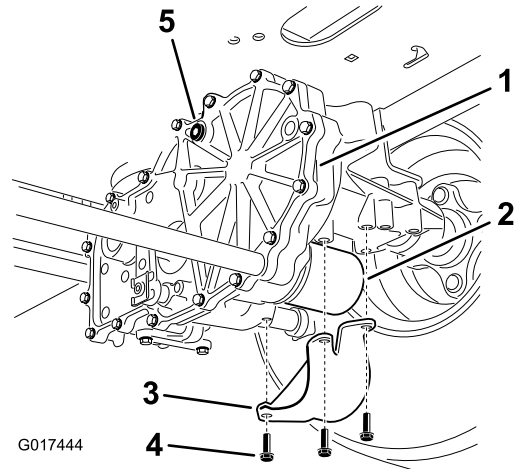

Figure 107
4. Localisez le filtre et les protections sur chaque transmission à boîte-pont (Figure 107).
5. Retirez les 3 vis qui fixent la protection du filtre et déposez la protection (Figure 107).